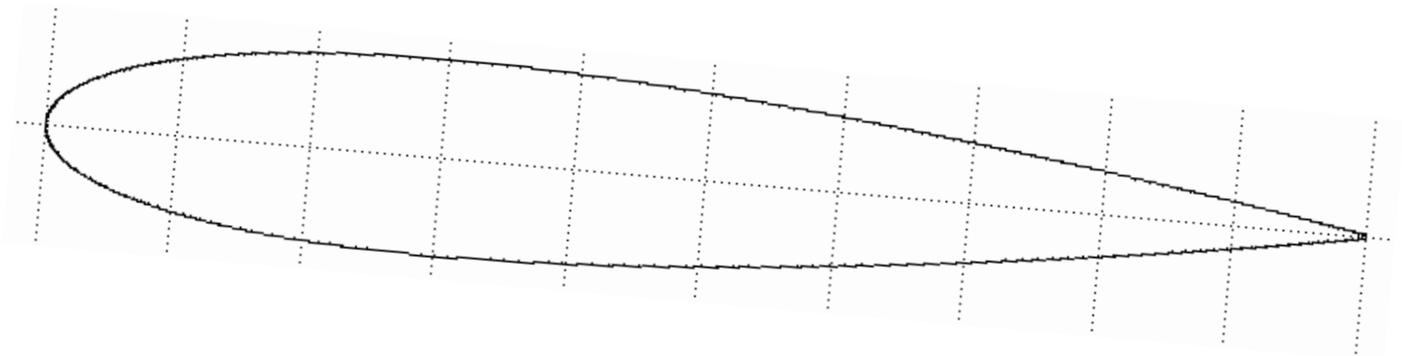

FIG. 4 – Profil NACA 0015 incliné de 5° par rapport aux bords horizontaux de la feuille.
3) Représentez le vecteur force par unité d'envergure sur le profil situé à 3 m de l'axe sur la FIG. 4. [1]